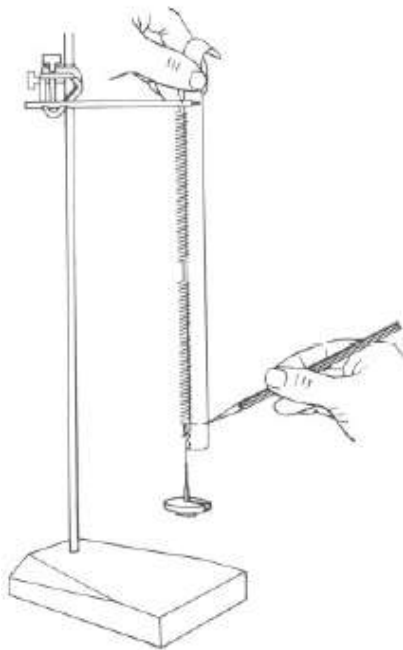

Fig. 1
1. Prepara el montaje de la Fig. 1. Cuelga del muelle el portapesas (cuya masa es de 5 g) y una pesa de 50 g.